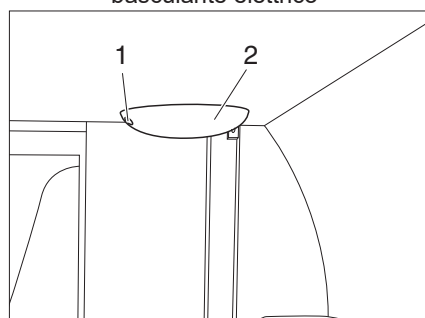

Fig. 57 Azionamento di emergenza
Il letto basculante elettrico possiede un azionamento di emergenza (Fig. 57, 2). In caso di black-out elettrico il letto basculante può essere spostato manualmente mediante una manovella. La manovella si trova nella borsa contenente le istruzioni per l'uso.
- Inserire la manovella nell'apertura (Fig. 57, 1) dell'azionamento di emergenza e girarla portando il letto basculante all'altezza desiderata.